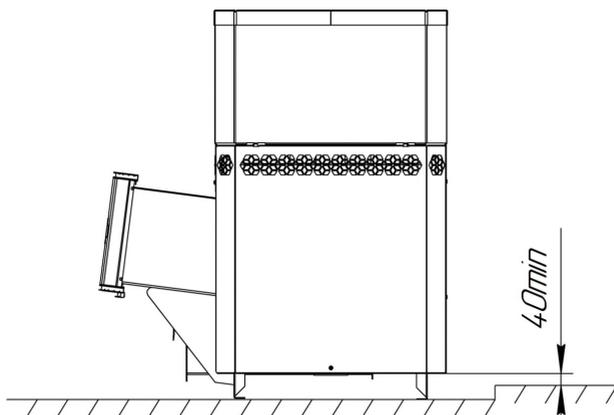

Рисунок 4 — Установка печи ниже уровня чистового пола
**ВНИМАНИЕ!** Запрещается устанавливать печь ниже уровня чистового пола при отсутствии притока воздуха к нижним конвекционным отверстиям (рисунок 4).